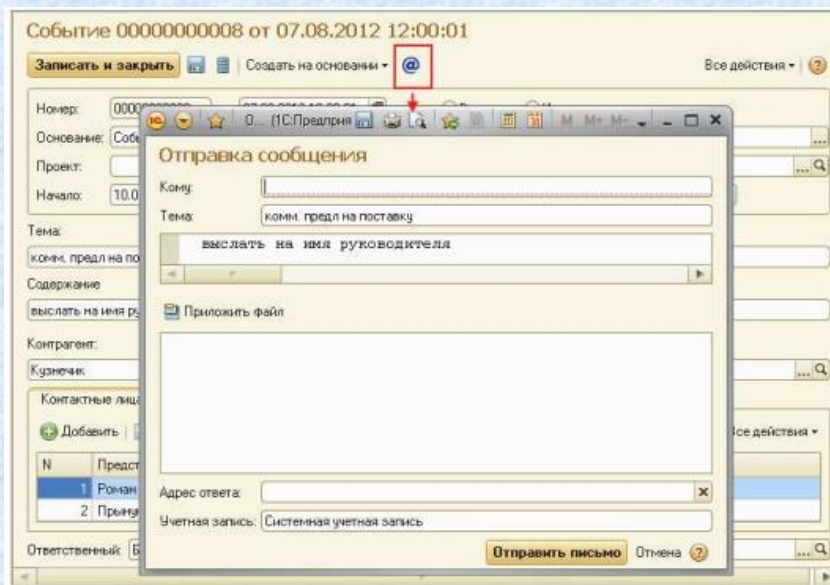

Рисунок 15 - Отправка электронного сообщения из формы документа «Событие»
9. Отправка предложения возможна непосредственно из формы документа **Событие** (см. рисунок 15), для этого заполните реквизиты формы Отправка сообщения и нажмите кнопку **Отправить письмо**.